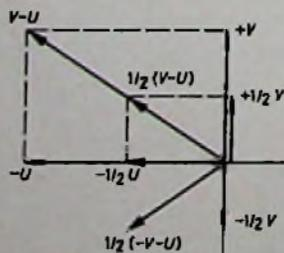

Bild 5. Farbzeiger des „PHASE“-Signals des „PM 5508“
Bildschirm erscheinen sie von links nach rechts in den Farben Orange-Gelblich, Gelblich-Grün, Rosa, Grau. Der obere Teil eines jeden Balkens wird als korrektes PAL-Signal in der obigen Reihenfolge (Bild 5) mit dem Chrominanzwert $1/2(+V-U)$, $-1/2U$, $\pm 1/2V$, 0 gesendet. Der untere Teil der Balken setzt sich zusammen aus abwechselnd einer Zeile $V-U$, $-U$, $+V$, 0 und einer Grauzeile. Bei fehlerhafter Einstellung der Farbträgerphase werden die oberen Balkenteile nur etwas entsättigt, nicht jedoch in der Farbart verfälscht, da den Synchrongleichrichtern vom PAL-Speicher nach Farbachsen vorsortierte Signale geliefert werden. Anders ist es in den unteren Balkenteilen. An den Eingängen der Addier-(5) beziehungsweise Subtrahierstufe (6) steht in jeder Zeile nur entweder ein direktes oder ein verzögertes Farbsignal zur Verfügung. Diese Stufen können also ihre eigentliche Aufgabe, nach Farbachsen vorzusortieren, nicht mehr erfüllen. Es sei nochmals wiederholt, daß das Verständnis des Gemisches aus Farb- und Grauzeilen sehr wichtig ist: Wenn eine Grauzeile einläuft, kann keine Farbinformation auf direktem Wege zu den Addierstufen (5) und (6) gelangen; der noch gefüllte Farbspeicher (2) liefert jedoch ein korrektes Farbsignal an diese Stufen (5) und (6). Die folgende Farbzeile gelangt zwar direkt an die Addierstufen, jedoch ist der Farbspeicher wegen der vorausgegangenen Grauzeile leer. Die Addierstufen (5) und (6) erfüllen nur dann ihre Aufgabe, wenn sie gleichzeitig die nacheinander gesendeten, nach PAL geschalteten Zeilen zugeführt bekommen. Das untere Halbbild des „PHASE“-Prüfsignals wirkt sich so aus, als enthalte der Standard-PAL-Empfänger keinen Speicher: Er verhält sich wie ein Simple-PAL-Empfänger.